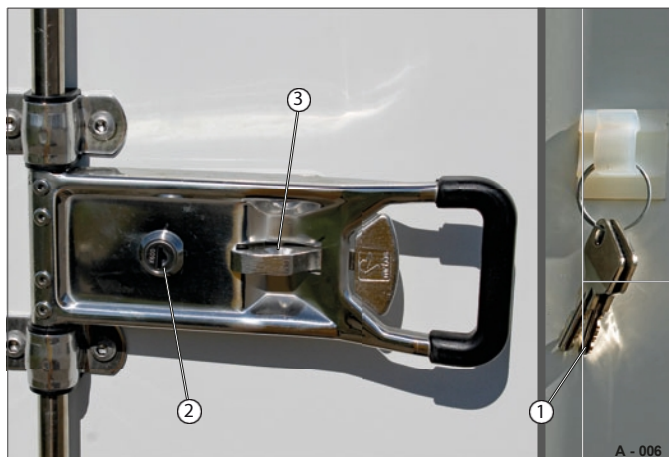

Fig. 6 Espagnolette-lås (låst)
De medfølgende nøgler (fig. 6/1) er placeret bag på kroppen.
Alternativt kan espagnoletten låses med en hængelås i perforeringen (Fig. 6/3) for at forhindre uautoriseret åbning.
- Lås låsecylinderen (Fig. 6/2) op med nøglen.
Låsekroge (Fig. 6/1) går ud fra toppen og bunden af låseboltene (Fig. 6/2).